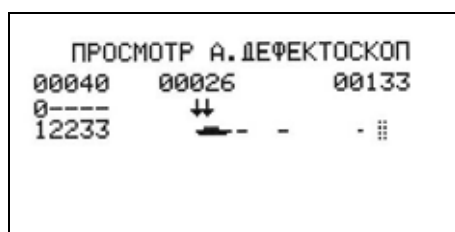

Рисунок 40 - Просмотр результатов УЗК с расшифровкой для толщин 4÷9 мм.
5.6.1.7 Для подробной расшифровки результатов контроля необходимо нажать клавишу « 9 » (см. рисунок 40). В правой части экрана появится картинка дефектности фрагмента проконтролированного участка сварного соединения. В левой части экрана в текстовом виде отобразится информация о наличии или отсутствии дефектов в месте, на которое указывает маркер.
5.6.1.8 При толщине контролируемого изделия до 10 мм результаты контроля отображаются в один слой (см. рисунок 40), для толщин 10 мм и более – в три слоя (см. рисунок 41).